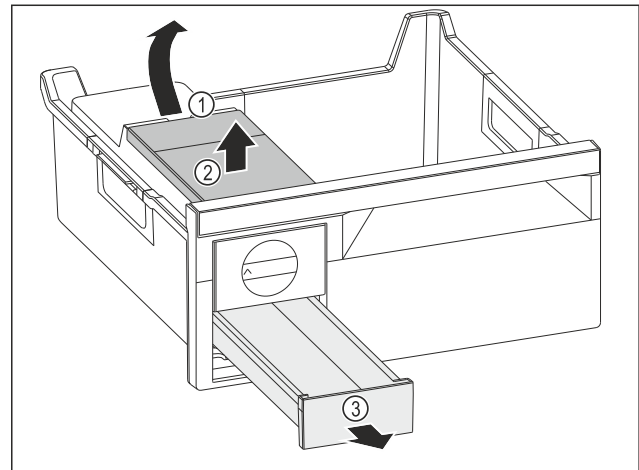

Fig. 162
- ▶ Wassertank entnehmen: Wassertank an der Aussparung Fig. 162 (1) anheben.
- ▶ Wassertank Fig. 162 (2) nach oben entnehmen.
- ▶ Eiswürfelschubfach Fig. 162 (3) nach vorne entnehmen.